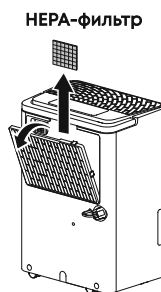

Рис. 5.
7. Чистка фильтра (Рис. 5). Достаньте нейлоновый фильтр, промойте его в мыльной воде, прополощите в чистой воде, высушите и вставьте на место. В среднем, необходимо проводить чистку нейлоновых фильтров не реже чем раз в две недели при постоянном использовании иначе производительность прибора может снизиться. Достаньте НЕРА-фильтр. Необходимо чистить НЕРА-фильтр каждые три месяца. Для его очистки используйте пылесос. После очистки фильтра установите фильтр перед использованием прибора.